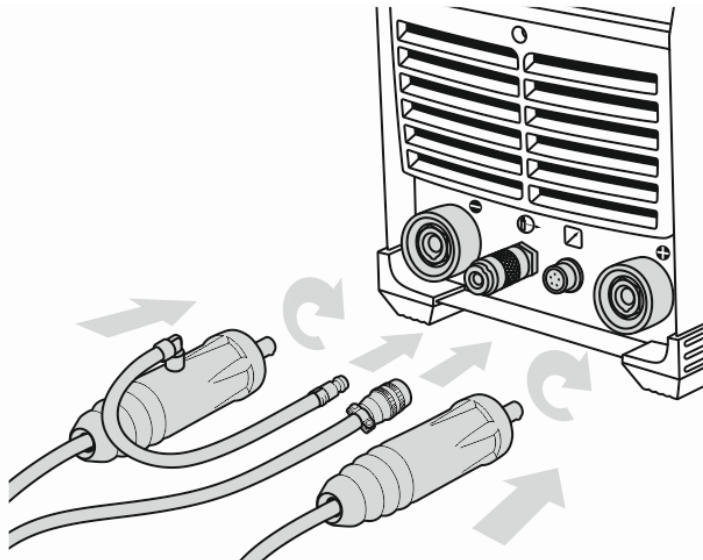

Рис. 8.0.4. Подключение.
2. Подключайте сварочные принадлежности для TIG сварки в следующем порядке (См. рис. 8.0.4).